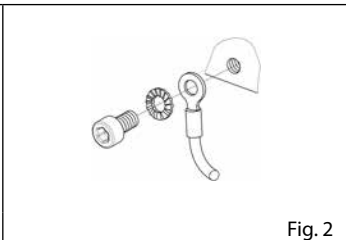
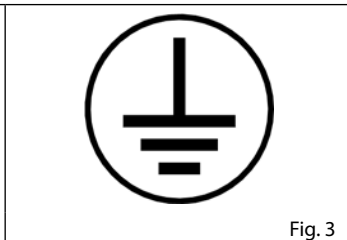

Fig. 2
Fig. 3
- 4.11 **Pumpen måste vara ansluten till jorden** med hjälp av det särskilda anslutningselementet som består av en skruv i rostfritt stål och en tandad bricka i rostfritt stål (fig.2) fäst vid sidokåpan genom det gängade hålet som är markerat med jordsymbolen på etiketten (fig.3) som också anges i bruks- och underhållshandboken och i informationsbladet för teknisk data (när sådan finns).
- 4.11 **Pumpen skal jordes** ved hjælp af det særlige forbindelselement, der består af en rustfri stålskrue og en tandskive af rustfrit stål (fig. 2), der er fastgjort til sidedækslet gennem det gevindhul, der er angivet på etiketten med jordsymbolet (fig. 3), som også angivet i brugs- og vedligeholdelsesvejledningen og i den tekniske databog (hvis til stede).